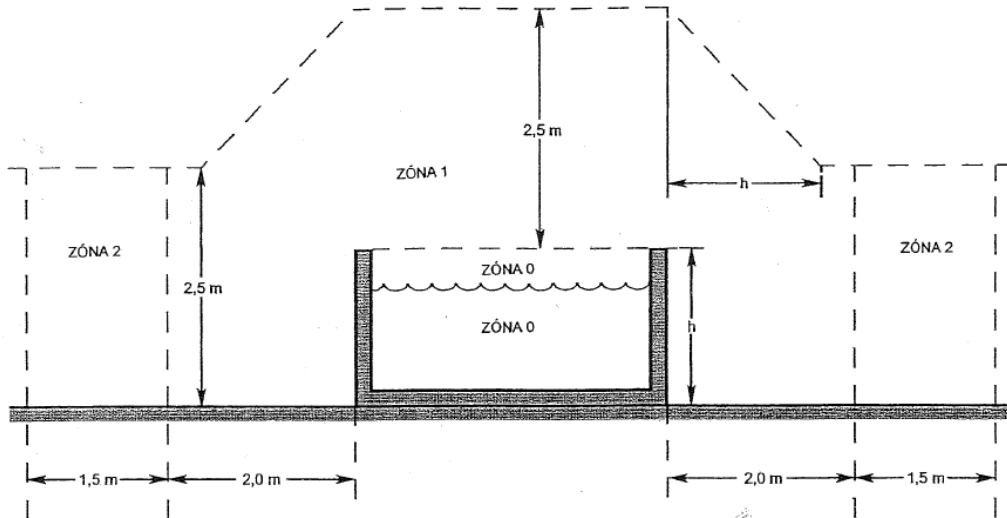

Abb. 5
- Die Gegenstromanlage ist es nötig ans Verteilungsnetz mittels Motoranlassers, Sicherung und des FI-Schutzschalters anzuschließen. Die Spezifikation siehe das Schaltschema. Die Nichteinreihung dieser Sicherheitselemente kann Lebensgefährdung und allgemeine Bedrohung verursachen. Diese Einrichtungen müssen außerhalb der Schutzzone des Schwimmbeckens (Zonen 0,1 und 2) untergebracht werden, siehe ČSN 33 2000-7-702, durch welche die Unterbringung auf 3,5 m von der Schwimmbeckenwand, Abb. 5 festgelegt wird. Weiter müssen sie im abschließbaren Schrank untergebracht und gegen Eindringen unbefugter Personen gesichert werden.